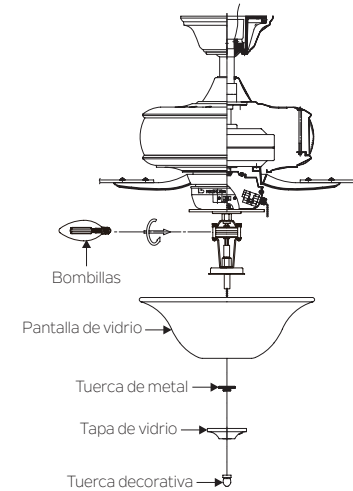

Fig. 18
Paso 2. Retire la tuerca decorativa, la tapa de vidrio y la tuerca de metal del kit de luz. Coloque una pantalla de vidrio sobre el vástago del kit de luz, asegúrelo con la tuerca de metal (lado de goma en la parte superior), la tapa de vidrio y la tuerca decorativa. No apriete demasiado. (Fig. 18)